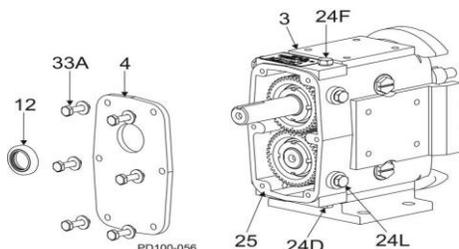

Figure 39- Retrait du couvercle du carter d'engrenage
1. Retirez le bouchon de vidange d'huile (figure 39, élément 24D) ; vidangez l'huile.